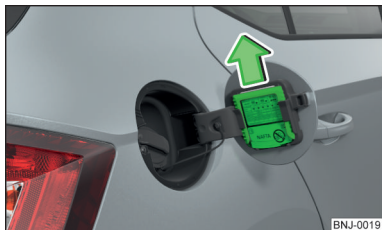

Fig. 163
- > Împingeți în afară racleta pentru gheață » fig. 163.